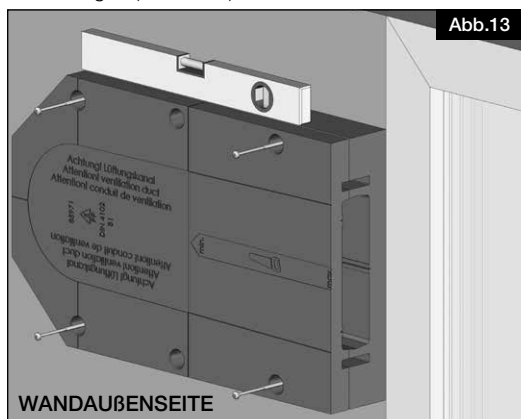

Abb.13
7. Laibungskanal auf die Wandeinbauhülse aufstecken und mittels beigelegten Schrauben und Unterlegscheiben befestigen (s. Abb.13).